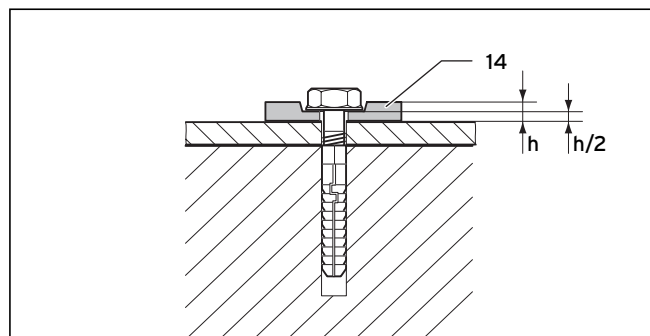

Fig. 5.38 Fixarea cu șaibe flexibile
Folosiți neapărat 4 șaibe flexibile (14), pentru a contrabalansa dilatarea materialului. Presați șaibe cu 50 %, vezi Fig. 5.38.